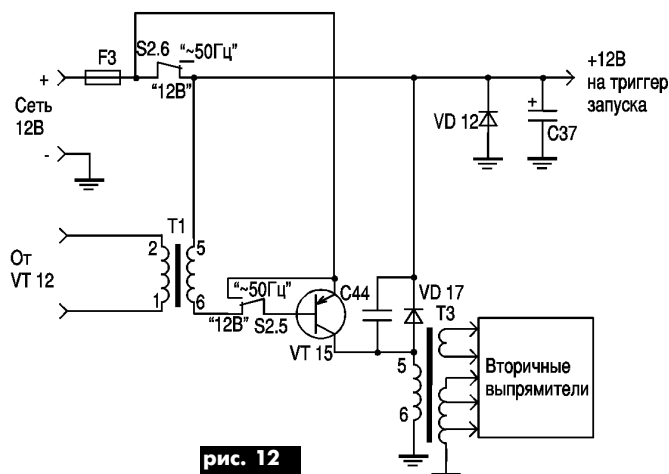
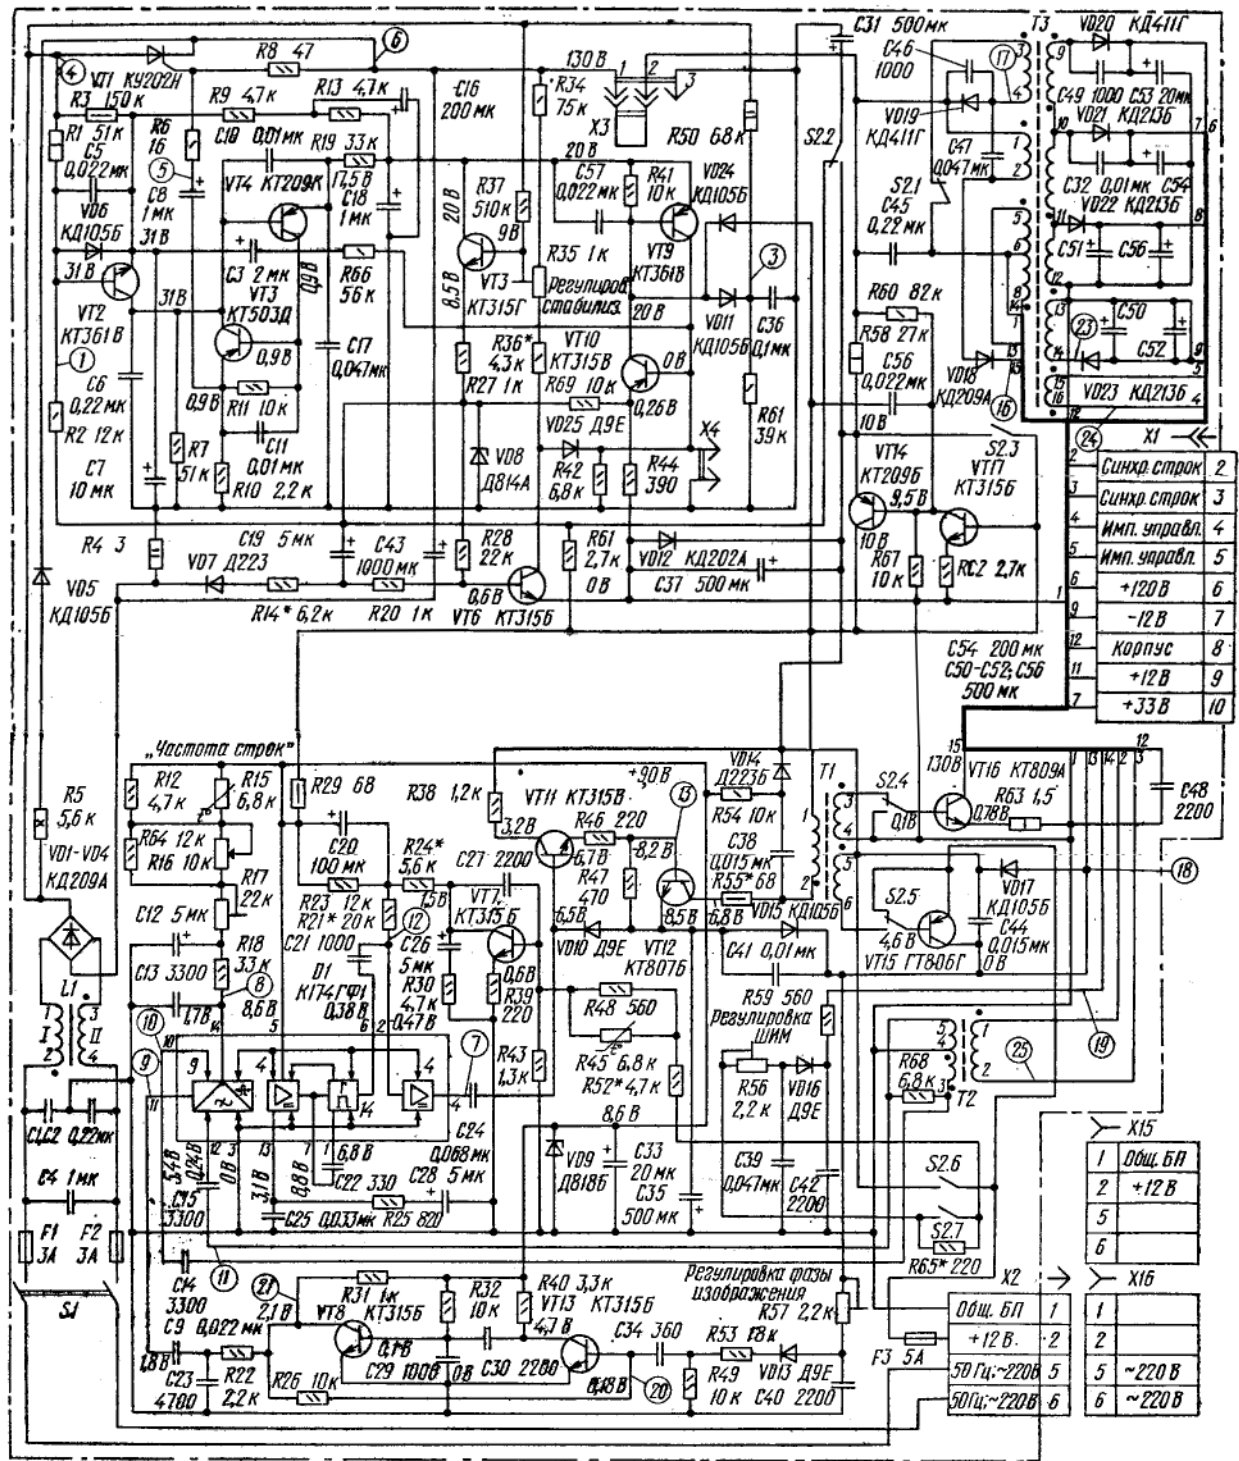

рис. 12
рис. 13
**Выходной каскад преобразователя при работе от сети +12 В.** Каскад собран на р-п-р транзисторе VT15 типа ГТ806 (рис.12). Через диод VD17 осуществляется демпфирование и возврат энергии по питанию. Принципиальная схема блока питания показана на рис.13.